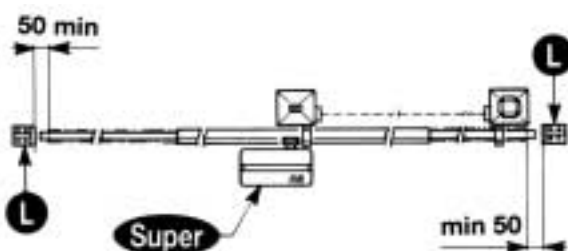
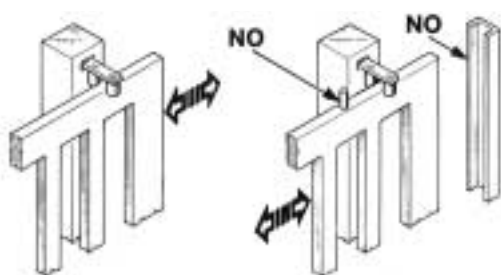

Abb. 2
Abb. 3
ANMERKUNG: Es ist erforderlich, die Charakteristiken des Tors an die geltenden Normen und Gesetze anzupassen. Es ist notwendig, am Ende der Führung zwei mechanische Stoppvorrichtungen zu befestigen (12) (Abb. 2). Die Torsäulen müssen oben Vorrichtungen gegen ein Entgleisen besitzen (Abb. 3), um unfreiwilliges Aushaken zu vermeiden.
ANMERKUNG: Die in Abb. 3 beschriebenen mechanischen Anschläge entfernen.